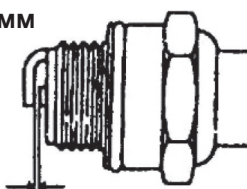

Рис. 13
• Проверьте зазор между электродами специальным плоским щупом. Нормальный зазор должен составлять 0,7–0,8 мм. При необходимости отрегулируйте величину зазора, осторожно подгибая боковой электрод (рис. 13).